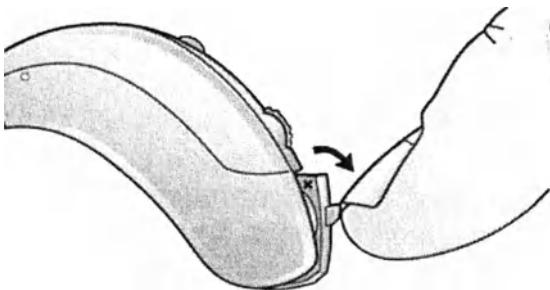

Рисунок 14 – Выключение слухового аппарата
5.5.1 Чтобы выключить слуховой аппарат, Вам достаточно просто открыть батарейный отсек (рисунок 14).